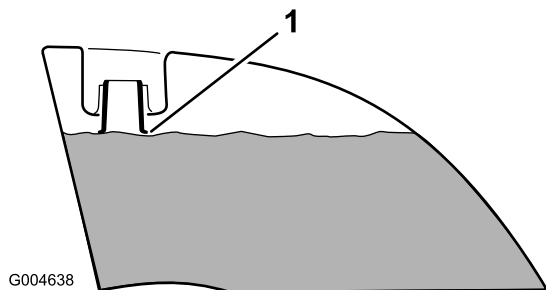

Figura 11
4. Adicione gasolina a ambos os depósitos de combustível até que o nível se encontre nivelado com o fundo do tubo de enchimento (Figura 11). Não encha demasiado os depósitos de combustível.